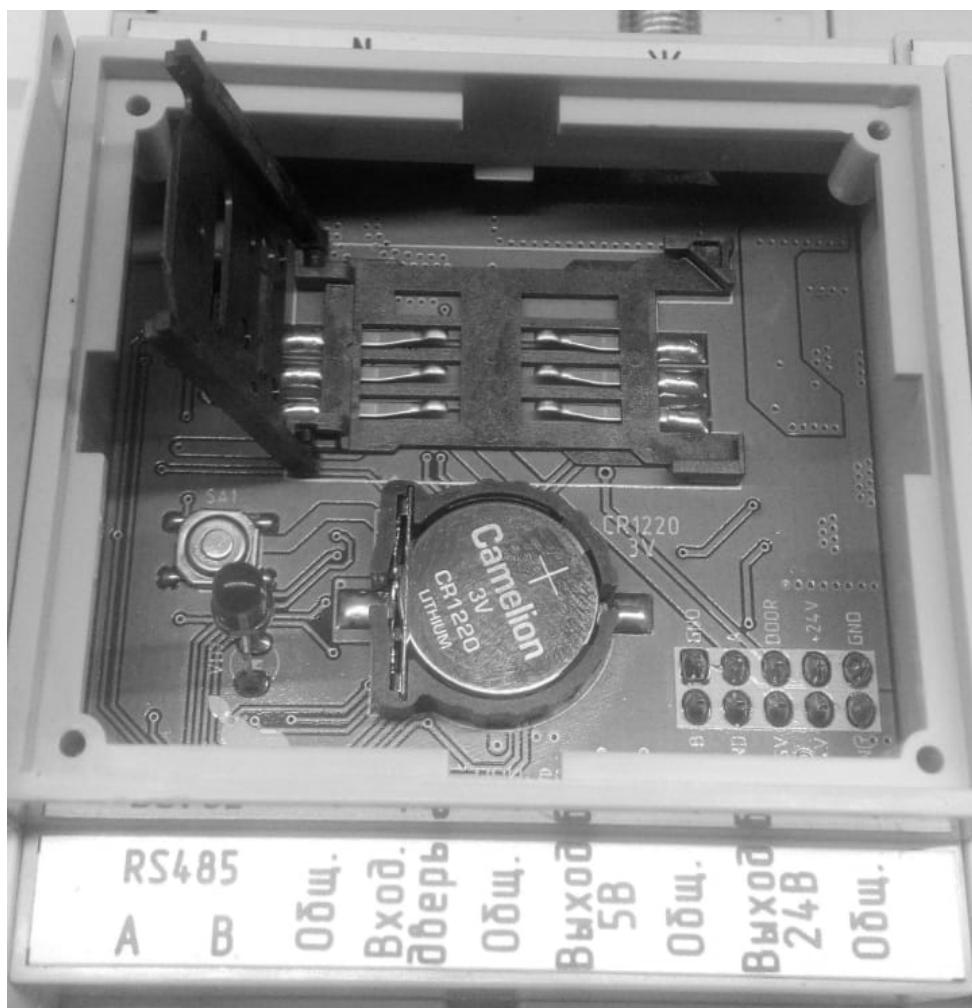

Рисунок 2. Установка SIM-карты
3.10. В контроллере (модуле) A1 имеется сервисный разъем XS1 и кнопка сброса SA1 (см. рисунок 2).